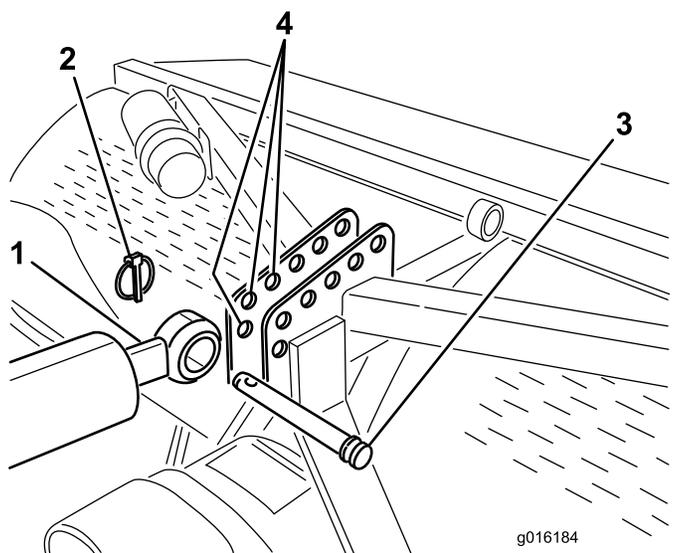
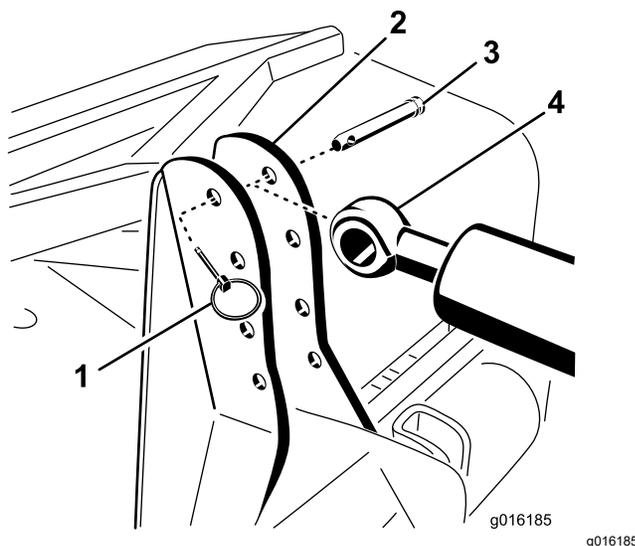

Figure 6
Figure 7
- Fixez le côté tige du bras d'attelage hydraulique supérieur au trou le plus avant possible dans le support de l'aérateur avec un axe d'articulation et une goupille à anneau (Figure 6 ou Figure 7).